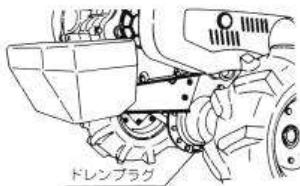

図48
- ① 排油口のドレンプラグを外して、汚れたオイルを流し出してください。(図48)
(図48)